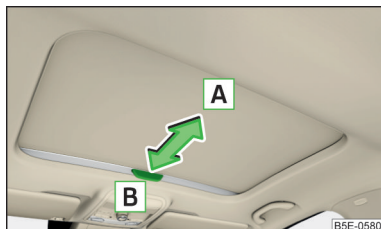

Abb. 62
- › Zum **Öffnen** den Griff in Pfeilrichtung **A** ziehen » Abb. 62.